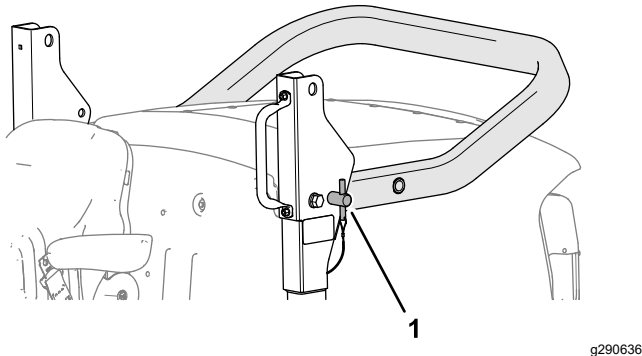

Figura 28
2. Retire los pasadores de la barra antivuelco de los soportes de giro (Figura 28).